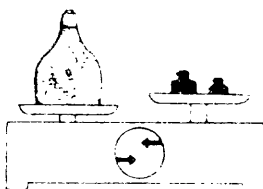

Fig. 2
- b) Pesó el mismo recipiente conteniendo aire comprimido y verificó que pesaba más (fig. 2).